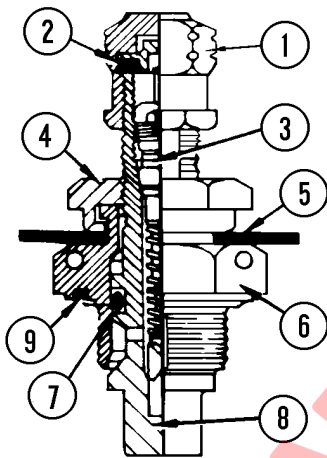

FIGURA 3-2. VÁLVULA DE CARGA
- 2. Retire la tapa de la válvula de carga (1, Figura 3-2), suelte la tuerca giratoria (4) (hexagonal pequeña) de la válvula de carga y dele tres vueltas completas hacia la izquierda para desasentar el sello de la válvula. Conecte el kit de carga.